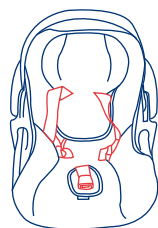

Fig. 37-1
- c) Ponga el Asiento de Seguridad en una superficie firme y plana. Mueva el asa transportador a la posición fija (sin balanceo), afloje las correas del arnés tirando las correas mientras empuja el botón ajustador del arnés ubicado debajo de la almohadilla en frente de la hebilla. Desabroche el Clip del Pecho del Arnés. Desprenda las correas del arnés y envuelva las correas del arnés sobre el respaldo del asiento o a los costados del Asiento de Seguridad. (Ver Fig. 37-1)